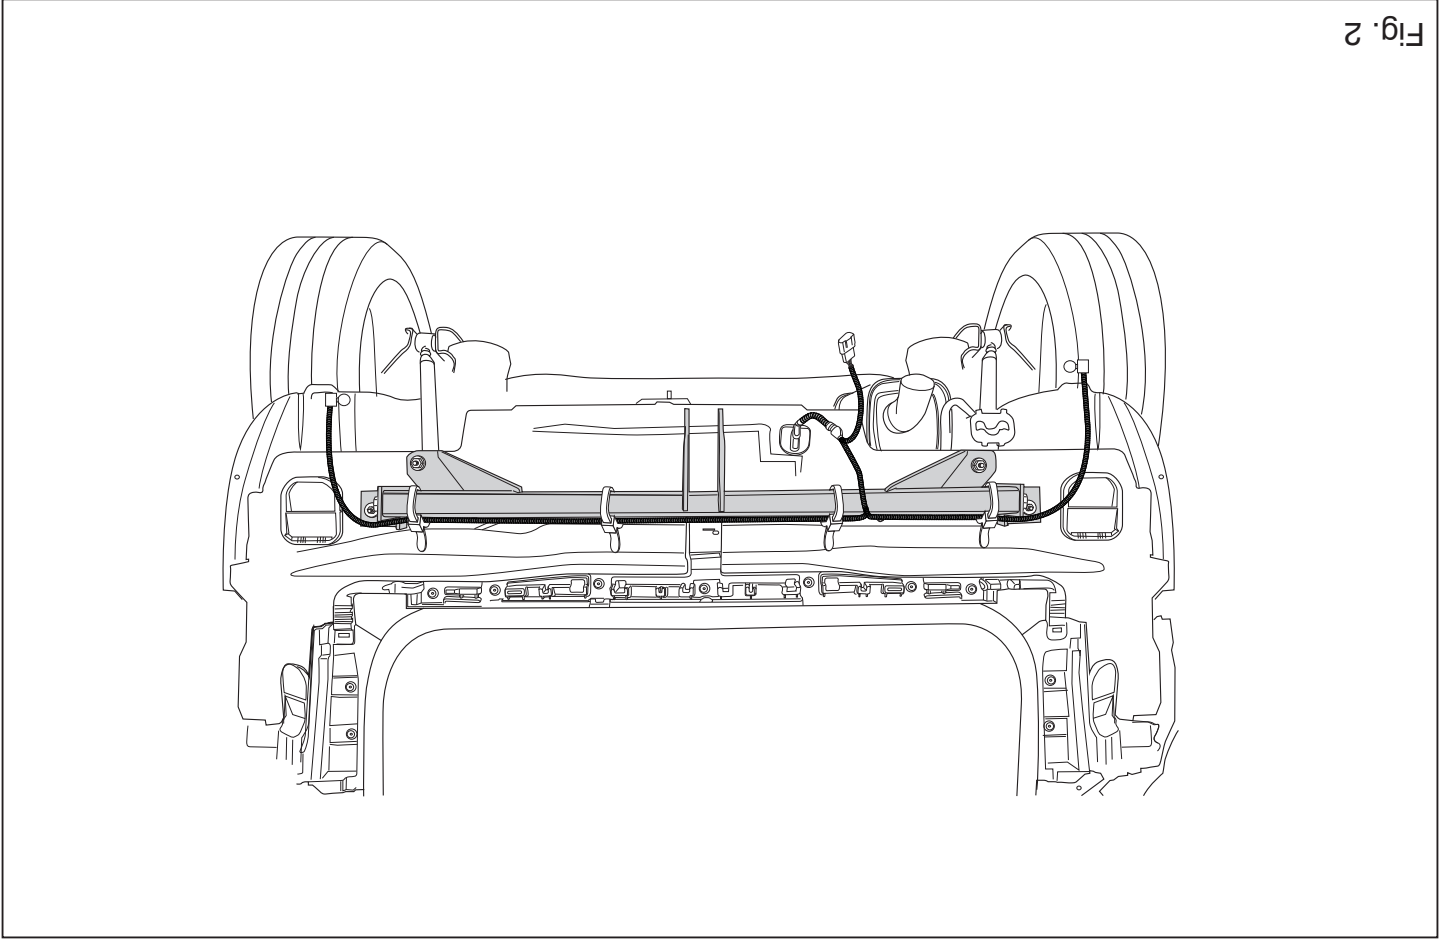

Fig. 2
13. Attach the cables with tie-wraps. See figure 2.
13. Die Kabel mit Kunststoffklemmband festbinden. Siehe Abbildung 2.